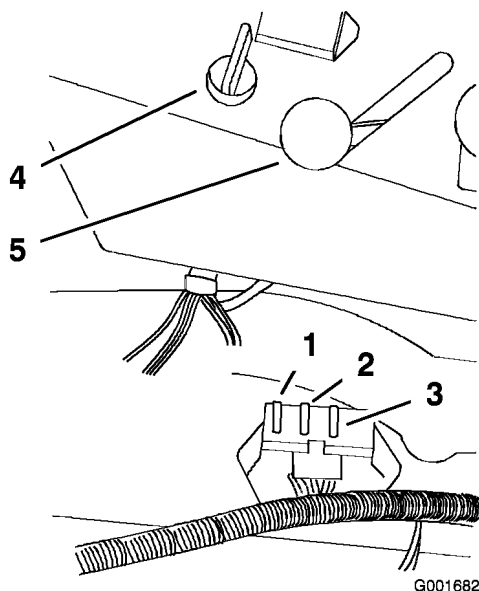

Figura 42
1. Levante el asiento para tener acceso al portafusibles (Figura 42).
3. Instale un fusible nuevo (Figura 42).